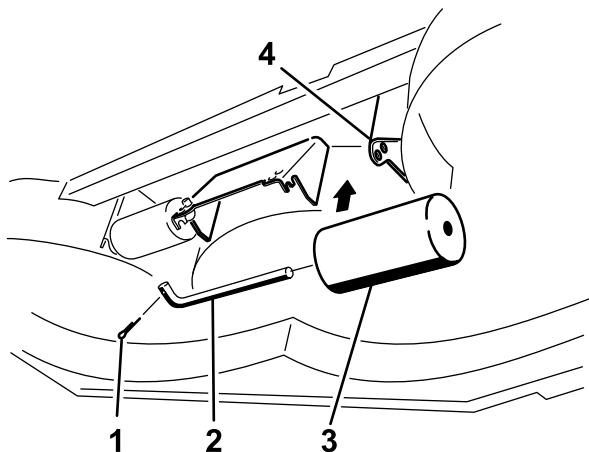

Figura 51
4. Retire os dispositivos de fixação que fixam cada rolo na plataforma do cortador e desloque os rolos para cima ou para baixo conforme desejado; consulte Figura 47 a Figura 51 conforme se aplique ao seu cortador.
5. Instale os dispositivos de fixação como se mostra de Figura 47 a Figura 51.